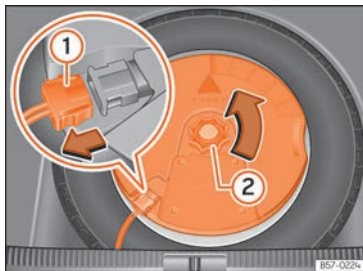

Fig. 287 Dans le coffre à bagages : démonter le subwoofer.
- Déconnectez le câble du haut-parleur subwoofer » » fig. 287 ①.
- Dévissez la molette de fixation en la tournant dans le sens inverse des aiguilles d'une montre ②.